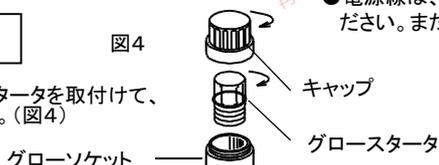

図4
- キャップを外してから、グロースタータを取付けて、キャップを確実に締めてください。（図4）
- グロースタータは出荷時にセットされておりますが、ご使用前にキャップの緩みなどをご確認ください。（図4）